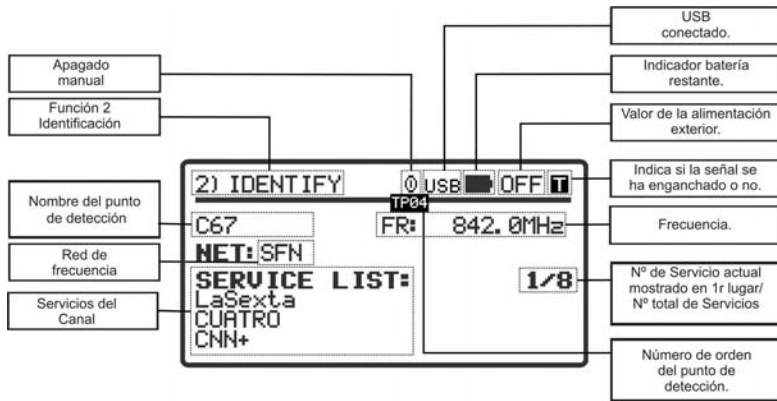

Figura 13.- Pantalla de identificación de un múltiplex.
- 5.- Cuando descargue esta información, la mostrará en pantalla. En caso necesario, se reducirá el número de caracteres del texto de identificación para ajustarlo al tamaño de pantalla (Figura 13.-).